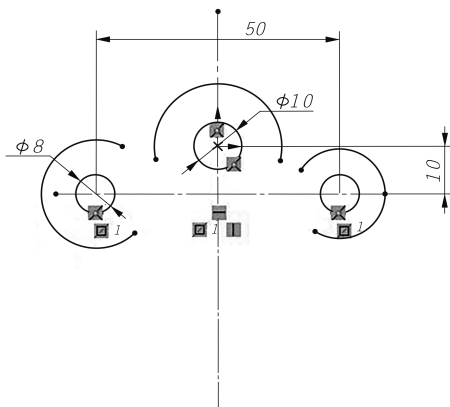

图 1-2-12 绘制已知圆弧
(1)启动【圆心/起/终点画弧(A)】命令,绘制圆弧(见图 1-2-12)。